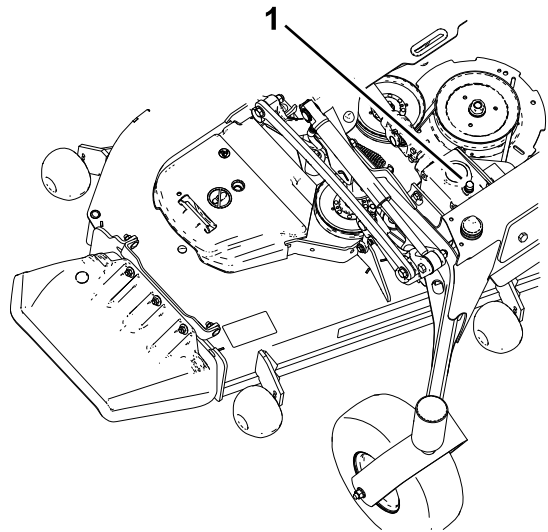

Figure 51
5. Retirez le bouchon de remplissage-jauge au sommet du boîtier d'engrenages et vérifiez que le niveau de lubrifiant se situe entre les repères sur la jauge (Figure 51).